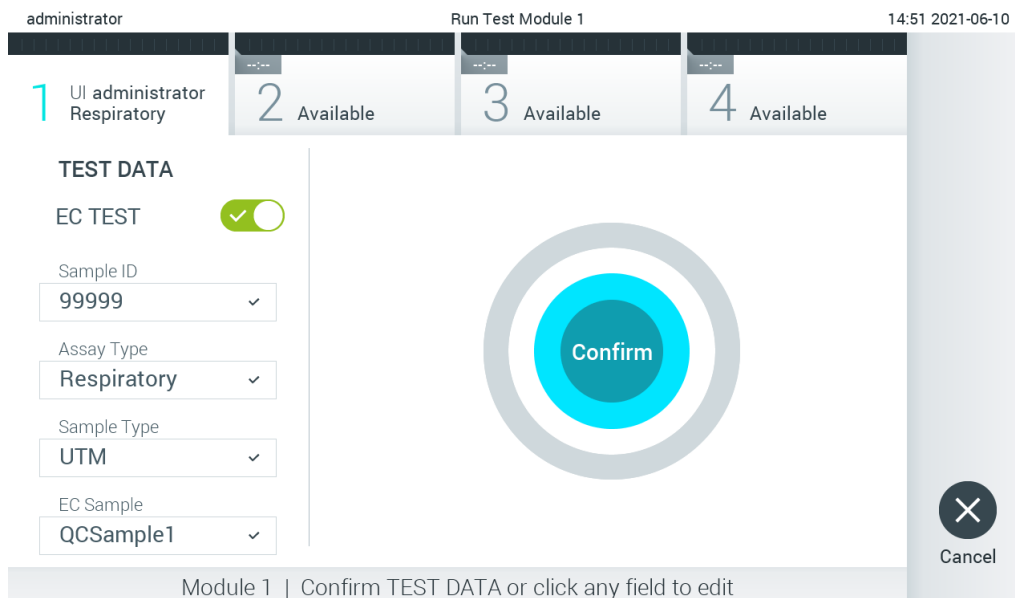

Figura 93. Ecranul Confirm (Confirmare).
7. Va apărea ecranul **Confirm** (Confirmare). Revizuiți datele introduse și faceți modificările necesare apăsând pe câmpurile relevante ale ecranului tactil și editând informațiile (Figura 93).